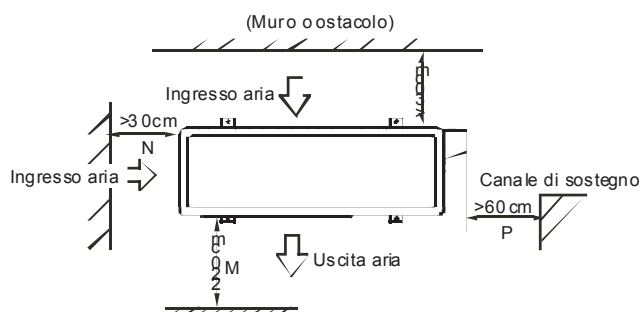

Fig. 6-2
- La minima distanza tra l'unità esterna ed gli ostacoli descritte sopra non sono valide per locali a tenuta d'aria o locali chiusi. Lasciare liberi almeno 2 delle 3 direzioni (Fig. 6-2)